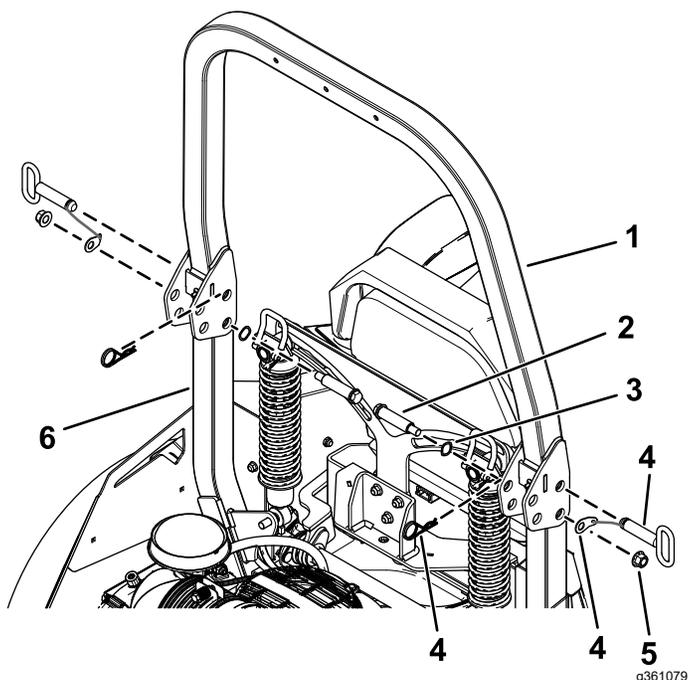

Рисунок 5
- Прикрепите узлы нижних защитных дуг к узлу верхней защитной дуги с помощью 2 ступенчатых болтов, 2 пружинных шайб, 2 контргаек ( $\frac{1}{2}$  дюйма) и узла складного пальца (Рисунок 5).